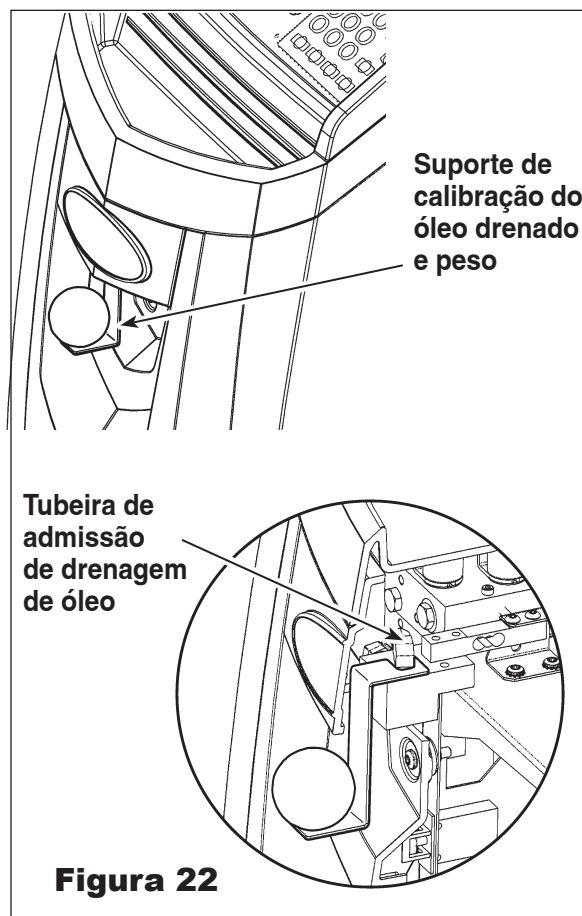

Figura 22
2. Prender o entalhe da extremidade do suporte de calibração da drenagem de óleo (fornecida) em redor do acessório de entrada da drenagem de óleo, conforme indicado na Figura 22.